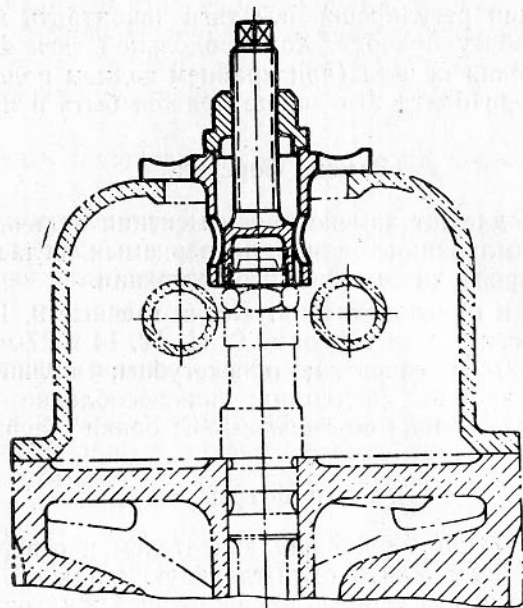

Рис. 56. Установка приспособления УК-7 при выпрессовке форсунки
8. Отвернуть гайки крепления форсунки и выпрессовать (рис. 56) форсунку. Снять уплотнительное кольцо.